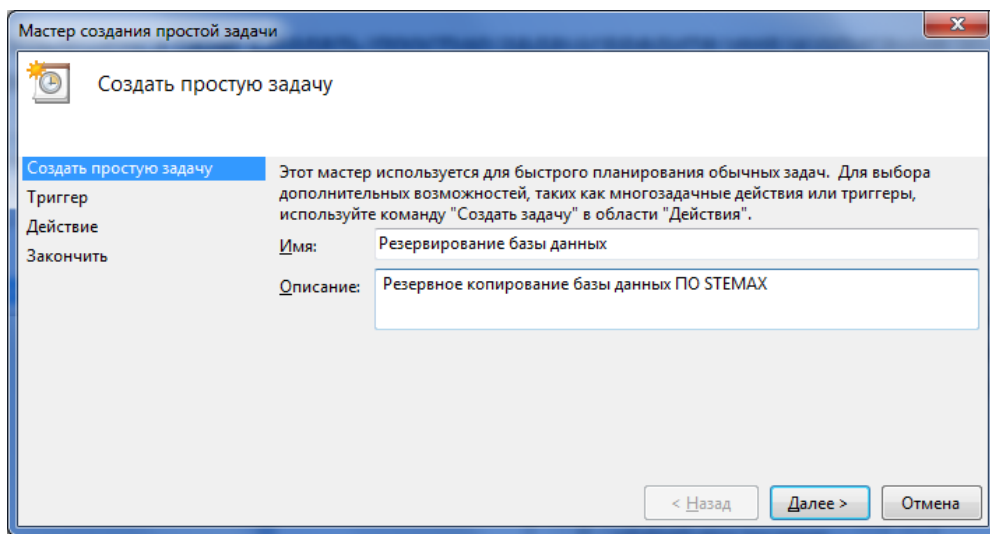

Рис. 7.20. Ввод имени и описания задания
- В открывшемся окне *Создать простую задачу* введите имя и описание этого задания и нажмите кнопку *Далее* (Рис. 7.20).